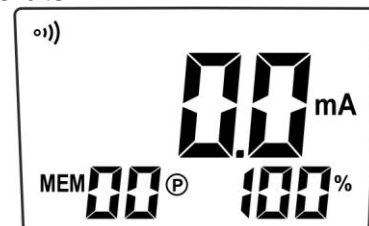

Abb. 20
2. Das Gerät zeigt die Meldung "**OL Ω**", da es automatisch in die Funktion Widerstandsmessung schaltet. Drücken Sie die Taste **▲▲** kurz, um den Strom-Messbetrieb einzustellen. Die Bildschirmseite in der Abb. 20 erscheint.